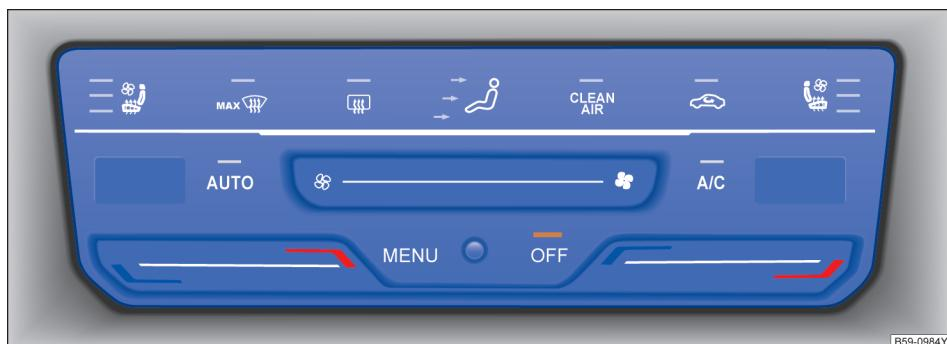

图 114 在中控台上部内：全自动空调的操作元件
- 触摸按钮 **OFF** → 图 114。
触摸按钮 → 图 114 调整气流分配：
触摸按钮 → 图 114 可尽快将前窗玻璃除霜并除去水雾（除霜功能）：
按下操作面板中的按钮 → 图 114。
- 按下操作面板中的按钮 → 图 114。